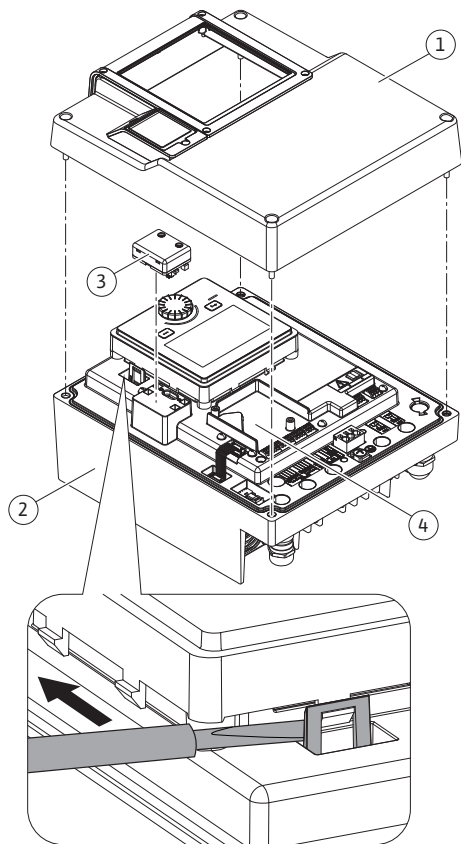
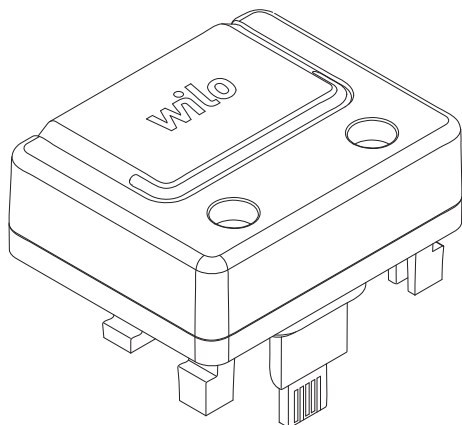

Fig. 26: Elektronski modul
Fig. 27: Wilo-Smart Connect modul BT
Vmesnik Bluetooth modula Wilo-Smart Connect BT (Fig. 26, poz. 3 in Fig. 27) se uporablja za povezavo z mobilnimi končnimi napravami, kot so pametni telefoni in tablični računalniki. Funkcija Wilo-Smart Connect je na voljo v aplikaciji Wilo-Assistant. S funkcijo Wilo-Smart Connect lahko upravljate in nastavite črpalke ter odčitate njene podatke. Za nastavitve glejte poglavje »Zagon« [► 45].
1. Odvijte štiri vijake zgornjega dela elektronskega modula (Fig. 26, poz. 1; Fig. I, poz. 2).
3. Modul Wilo-Smart Connect BT vstavite v predvideni vmesnik Wilo-Connectivity Interface. Glejte Fig. 26, poz. 3.
CIF-moduli (dodatna oprema) so namenjeni za komunikacijo med črpalčkama in centralnim nadzornim sistemom zgradbe. CIF-moduli se nataknejo v elektronskem modulu (Fig. 26, poz. 4)